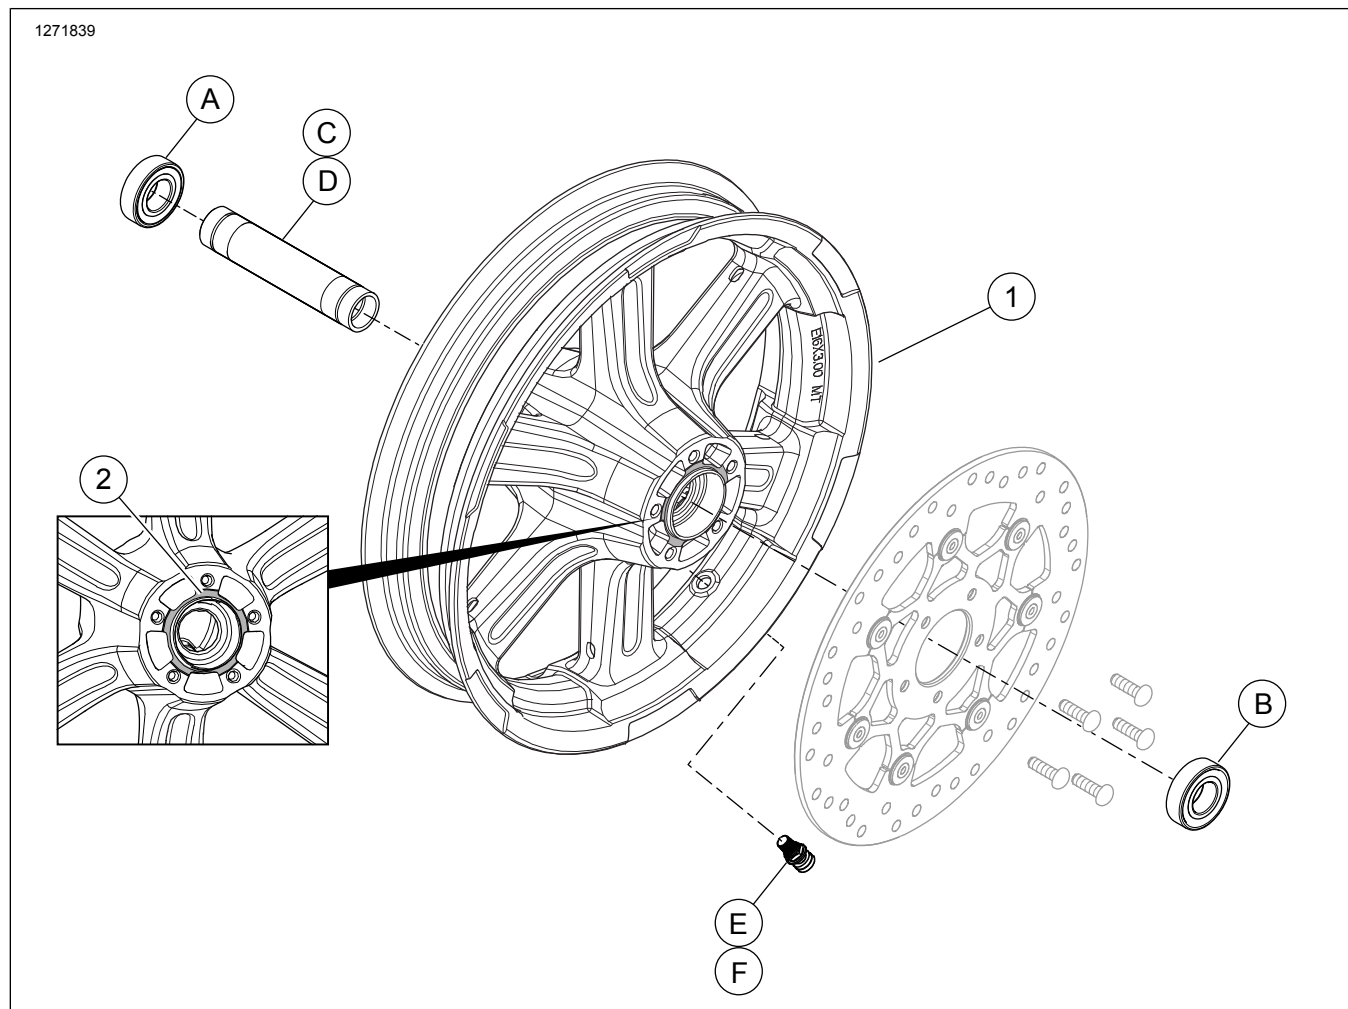

Figura 1. Peças de reposição: Rodas traseiras (roda de 16 pol. mostrada)
Veja Figura 1 e Tabela 2.
2. Figura 1 Instale o conjunto da haste de válvulas na roda. Veja PNEUS no Manual de serviço.
5. Instale a roda traseira (1), o eixo e os espaçadores originais na motocicleta. Veja RODA TRASEIRA no Manual de serviço.